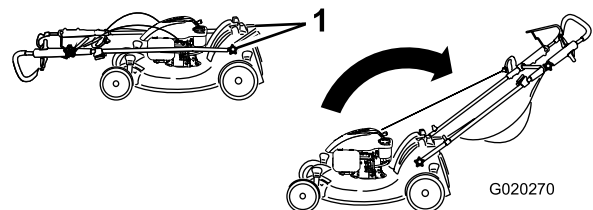

Bild 3
1. Nehmen Sie die Holmhandräder vom Maschinengehäuse ab (Bild 3).
1. Bügelhandrad (2)
3. Montieren und ziehen Sie die Bügelhandräder fest, die Sie in Schritt 1 (Bild 3) entfernt haben.